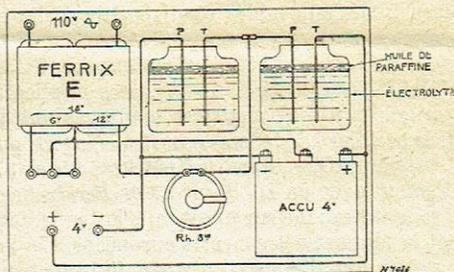

Fig. 6.
Les derniers essais (car cet appareil est une toute récente actualité) permettent d'employer comme soupapes les fameux redresseurs au titane (fig. 6) (1).
(1) Prix, monté suivant fig. 6 : 220 fr.